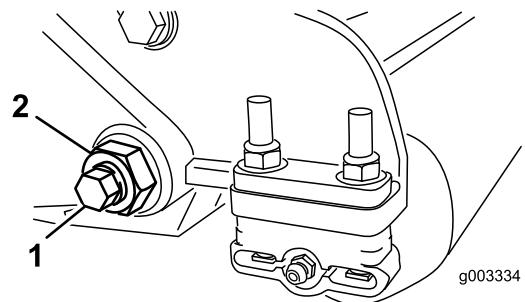

图25
3. 在机器的两侧，松开固定底刀架螺栓（图25）的锁紧螺母。
4. 拆下两个底刀架螺栓，向下拉动底刀架并从机器螺栓（图25）上拆下来。